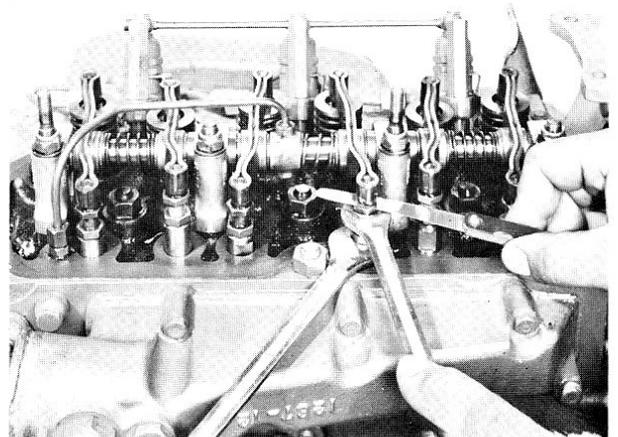

Fig. 14
- appliquer le jeu aux culbuteurs 1, 2, 3 et 5 (fig. 14) ;